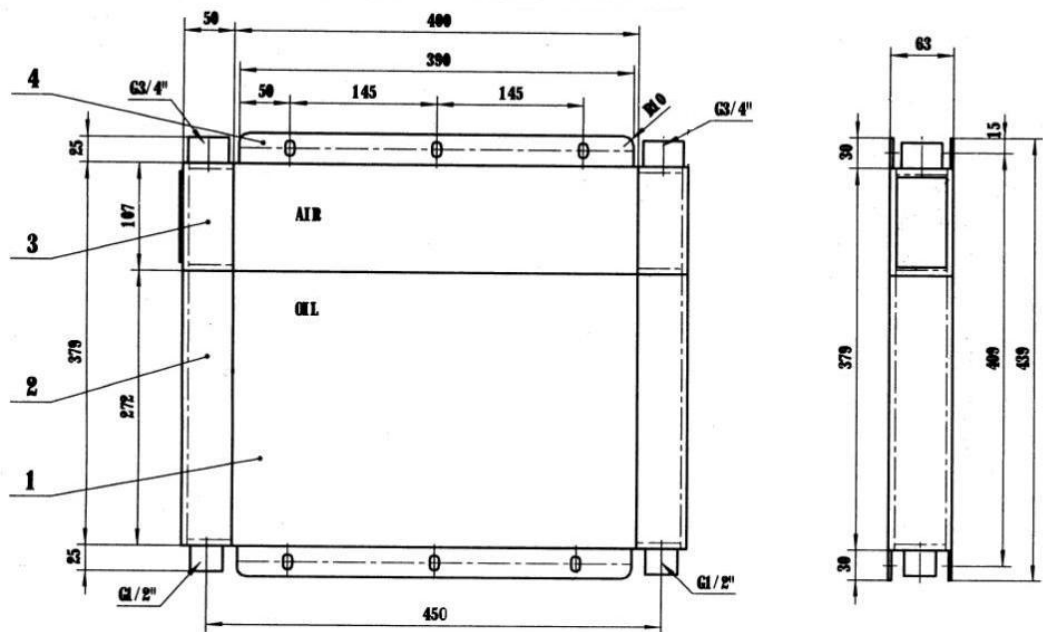

Рисунок 13. Блок охлаждения.
4.1.3 Блок охлаждения (рис.13) состоит из радиатора пластинчатого типа и осевого вентилятора. Радиатор служит для охлаждения масла и воздуха, поступающих из винтового модуля. Радиатор состоит из двух секций масляной и воздушной.